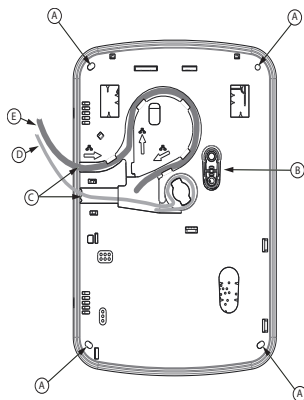

Figure 2 - Plaqué arrière du TL8803GI-EU
4. Fixez la plaque arrière au mur à l'aide des 4 trous de montage. Voir Figure 2.